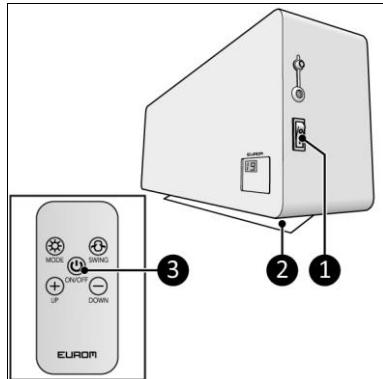

Figure 13
- Mettez le commutateur ON/OFF sur la position ON (figure 13, pos. 1).
- Appuyez sur la touche MODE de l'appareil (figure 13, pos. 2) ou sur la touche ON/OFF de la télécommande (figure 13, pos. 3).
1. Appuyez sur la touche MODE de l'appareil (figure 13, pos. 2) ou sur la touche ON/OFF de la télécommande (figure 13, pos. 3).